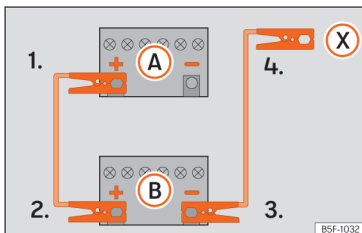

Abb. 222 Anschlusschema für Fahrzeuge ohne Start-Stopp-System.
2. Klemmen Sie ein Ende des roten Starthilfekabels an den Pluspol (+) des Fahrzeugs mit der entladenen Fahrzeugbatterie (A).
3. Klemmen Sie das andere Ende des roten Starthilfekabels an den Pluspol (+) des stromgebenden Fahrzeugs (B).
4. Fahrzeuge ohne Start-Stopp-System: Klemmen Sie ein Ende des schwarzen Starthilfekabels an den Minuspol (-) des stromgebenden Fahrzeugs (B) »» (Abb. 222).